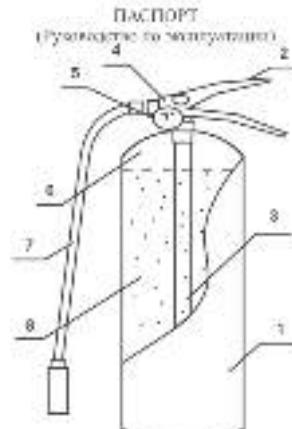

Рис. 1
4.1. Огнетушитель (рис. 1) состоит из корпуса 1, наполненного огнетушащим порошком 8. На горловине закреплено запорно-пусковое устройство 2 с индикатором давления 5. ЗПУ оснащено ручкой для переноски огнетушителя и ручкой для управления подачей порошка. Огнетушитель оснащен сифонной трубкой, гибким рукавом 7 (кроме ОП-2 и ОП-3) и распылителем для получения факела распыла порошка.